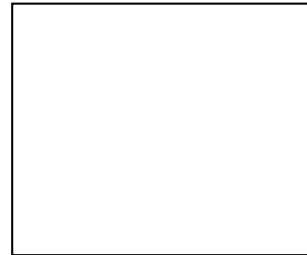

Abb. 4: Cyanin-Ti⁴⁺-Komplex
10. Tauchen Sie das Glas mit der TiO₂-Schicht nach unten für 10 Minuten in die Petrischale mit der Farbstofflösung ein. Nach Entnahme dürfen auf der TiO₂-Schicht keine weissen Stellen mehr sichtbar sein. Durch den Färbeprozess wird ein Komplex zwischen dem Anthocyan-Farbstoff Cyanin und Ti⁴⁺-Ionen gebildet, der die Elektroneninjektion des angeregten Elektrons in die TiO₂-Schicht ermöglicht (Abb. 4).